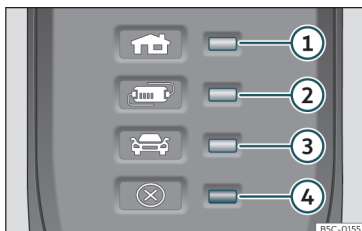

Fig. 208 Nel cavo di ricarica per prese di corrente: Spie di controllo del dispositivo di protezione.
»» fig. 208:
Il dispositivo di protezione elettronico »» fig. 208 fa sì che il connettore di ricarica rimanga senza corrente finché non si inserisce nella presa di ricarica del veicolo.
Una o più spie di controllo »» fig. 208 ①, ② o ③ si accendono in verde.
Indicazione »» fig. 208	Significato
Se la spia di avvertimento ④ rossa lampeggia o si accende senza una spia di controllo costante >>> **fig. 208** ①, ② o ③ l'indicatore di funzionamento, si è verificata un'avaria.
Indicazione >>> fig. 208	Significato